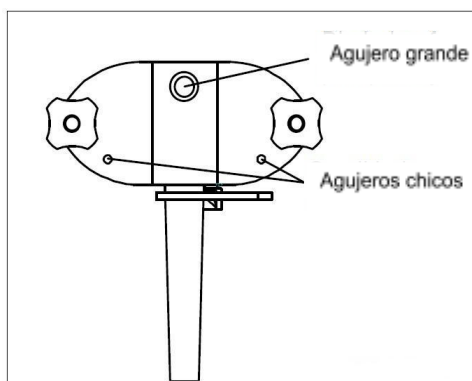

Figura 6-1
3. Llene la tolva de mezcla. El nivel debe estar por arriba del sensor y por debajo de los agujeros chicos de la bomba de aire (figura 6-1).